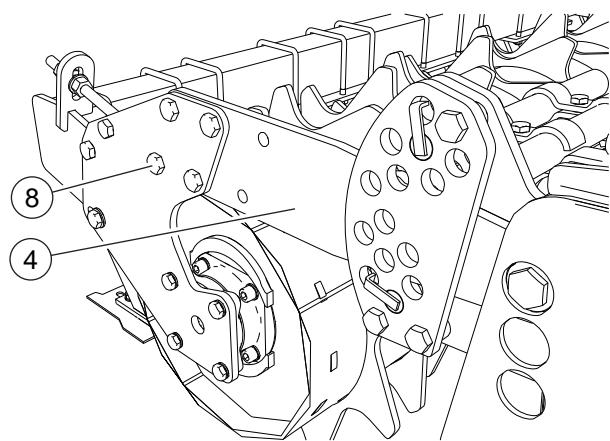

FIG. 12
- Die Walzengruppe aufbauen. Die Schrauben (8, "Fig. 12") der Walzenträger an den Arm (4) befestigen.